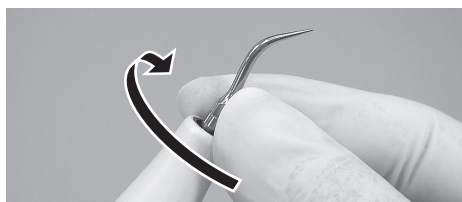

図13
1) チップは最初手で軽くしまるまでねじ込みます。（図13）